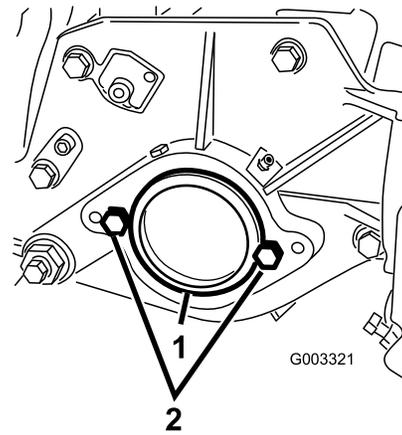

Figura 16
2. En el extremo derecho de la unidad de corte, retire el tapón de plástico del alojamiento del cojinete (Figura 16).
3. Retire los 2 tornillos de cabeza hexagonal de la chapa lateral derecha (Figura 16).
2. Tornillo de cabeza hexagonal (2)
5. Instale provisionalmente los 2 tornillos de cabeza hexagonal de montaje del motor del molinete a la chapa lateral izquierda de la unidad de corte (Figura 16).